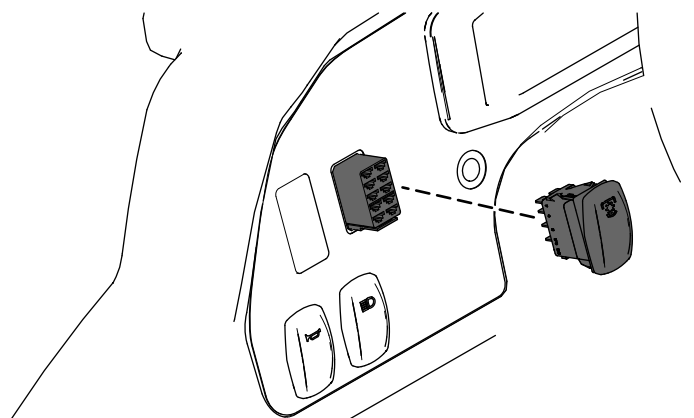

Figure 20
2. Identifiez le faisceau électrique étiqueté HYDRAULIQUE HAUT DÉBIT avec le connecteur de retour de bouclage et branchez la commande au connecteur (Figure 20).